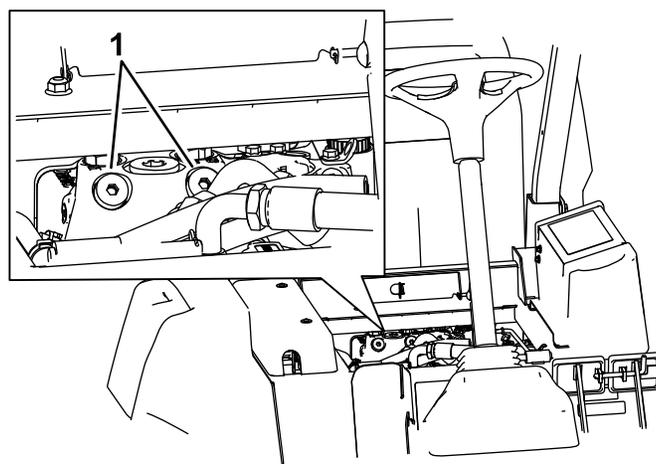

Рисунок 39
1. Поднимите сиденье и найдите перепускные клапаны, расположенные под передней частью топливного бака (Рисунок 39).